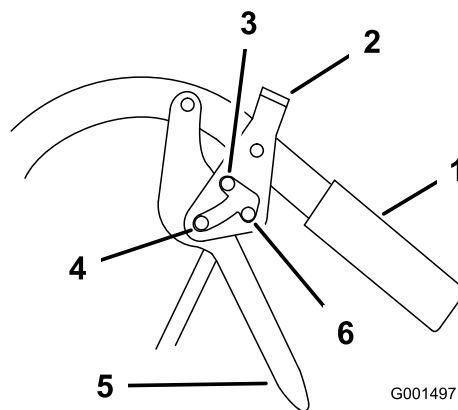

Figure 6
2. Placez les pouces sur la partie supérieure des verrous et poussez-les en avant en position **stationnement** (Figure 6).
1. Serrez les leviers de déplacement (Figure 6).
2. Placez les pouces sur la partie supérieure des verrous et ramenez-les en arrière en position **déplacement** (Figure 6).
2. Placez les pouces sur la partie supérieure des verrous et ramenez-les en arrière en position **point mort verrouillé** (Figure 6).
2. Placez les pouces sur la partie supérieure des verrous et poussez-les en avant en position **déplacement** (Figure 6).